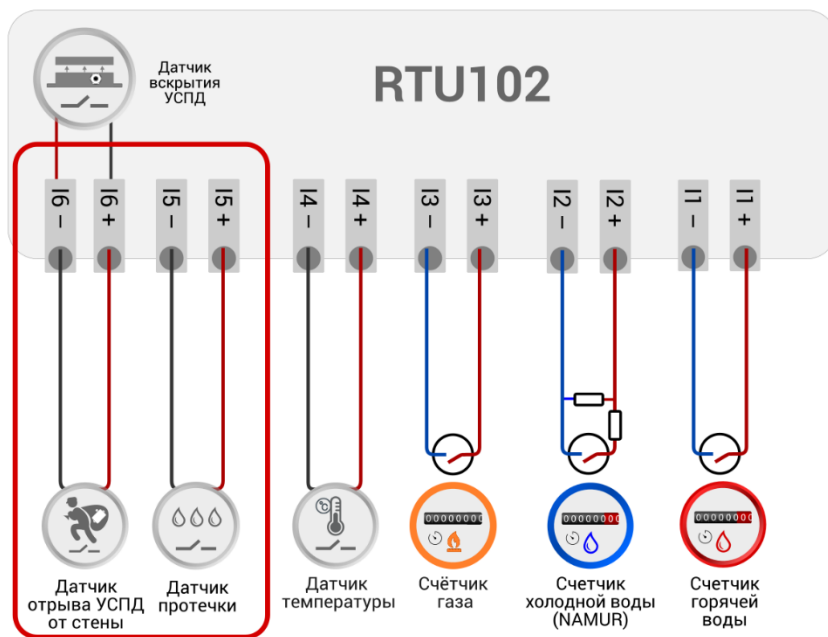

Рис. 8. Подключение датчиков к сигнальным входам I5-I6.
2. Вход **I6** соединен со встроенным **датчиком вскрытия корпуса УСПД** и параллельно настроен на подключение **датчика отрыва УСПД от стены** (Рис. 8).